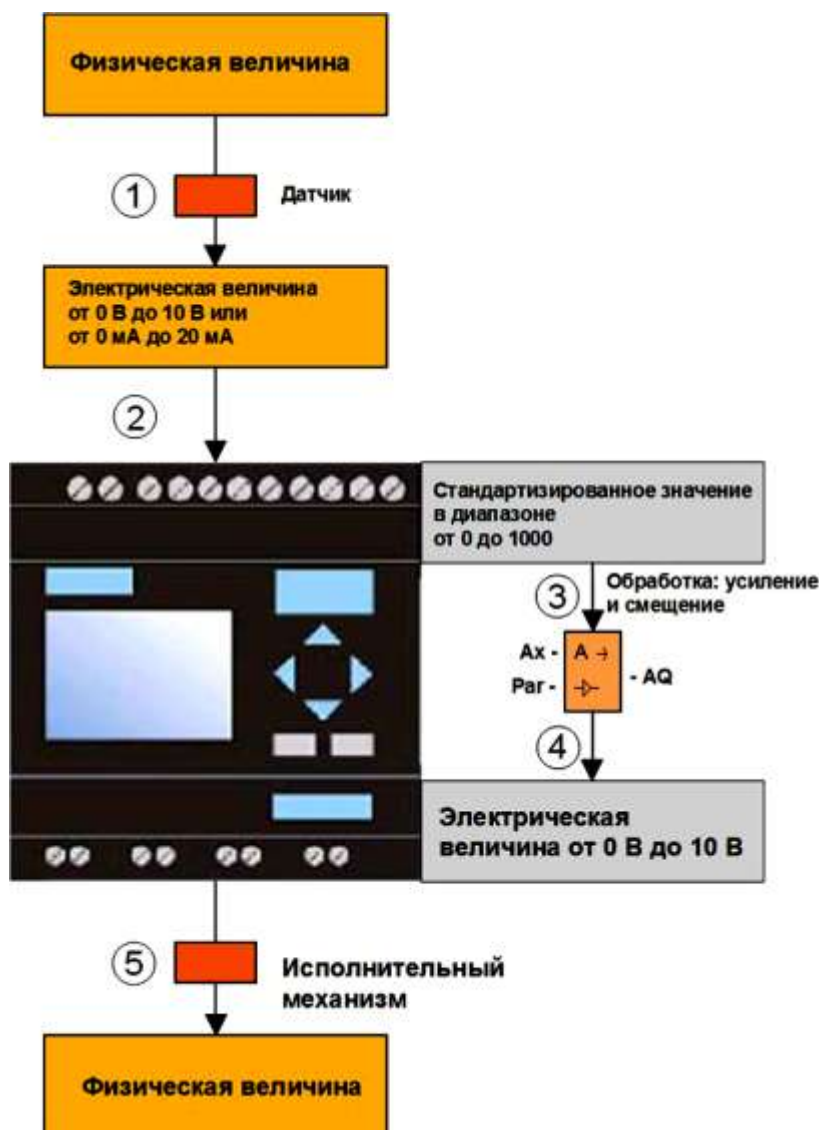

Рис. 5.54. Структура обработки аналоговых сигналов
Схема, показанная на рис. 5.54 иллюстрирует последовательность операций преобразования «физическая величина» (1), «электрическая величина» (2), «стандартизованное значение», «вычисление» (3), «электрическая величина» (4), преобразование сигнала исполнительным механизмом (5) в физическую величину.